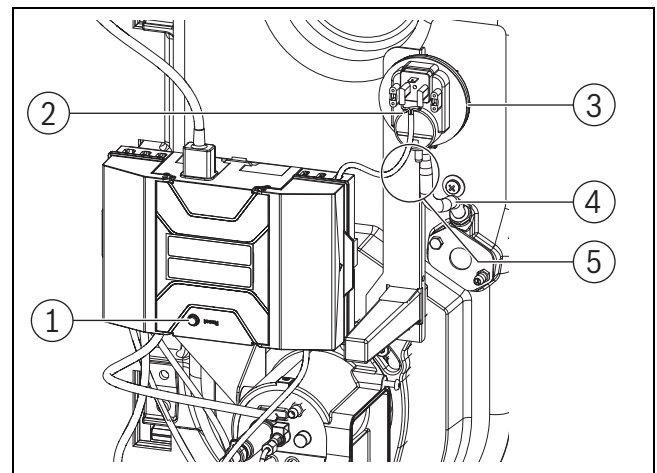

Bild 68 Störung am ADS-Druckschalter zurücksetzen
- Zurücksetzen durch mindestens 5 sec Drücken der Entstörtaste am Feuerungsautomaten (→ Bild 68).
- ▶ Bei Teileaustausch im Reparaturfall auf die korrekte Zuordnung der Messleitung gemäß Bild 68 und 69 achten!